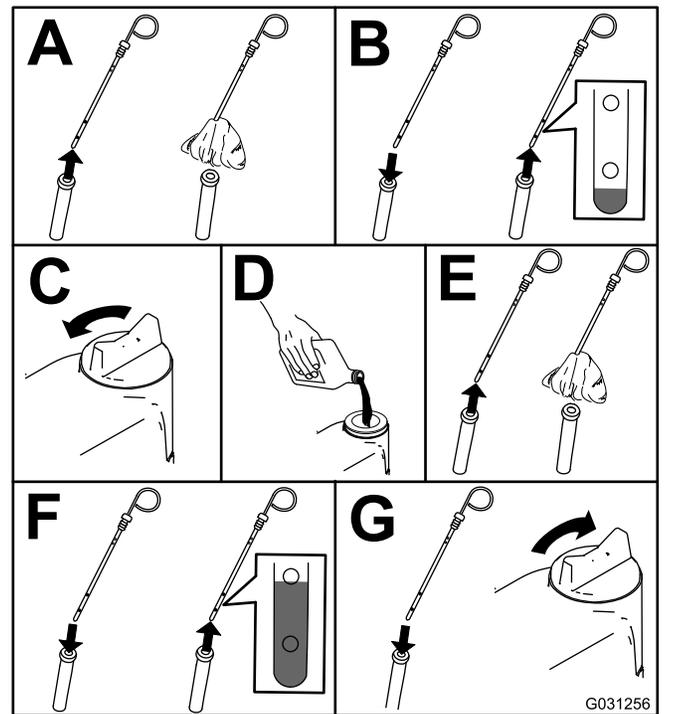

Figura 30
4. Compruebe el nivel de aceite del motor como se muestra en Figura 30.